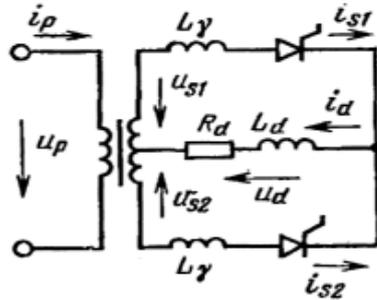

Рисунок 5 – Управляемый преобразователь со схемой 1Ф1Н2П
9. Постройте кривые токов i_d, i_{s1}, i_{s2}, i_p для схемы преобразователя, представленной на рис. 5, и сопоставьте их с кривой напряжения U_p , сохраняя правильными фазы; вычислите среднее значение тока i_d . Дано: $U_p=100$ В, $f = 50$ Гц, коэффициент трансформации $k_{mp} = 1$, $R_d=10$ Ом, $\alpha=45^\circ$, $L_d=0$, $L_\gamma=0$. Трансформатор и полупроводниковые вентили идеальные.
10. Постройте кривые токов i_d, i_{s1}, i_{s2}, i_p в схеме преобразователя, показанной на рис. 5, и сопоставьте их с кривой напряжения U_p , сохраняя правильными фазы; вычислите среднее значение тока i_d . Дано: $U_p=100$ В, $f = 50$ Гц, коэффициент трансформации 1:1, $R_d=10$ Ом, $\alpha=45^\circ$, $L_d=\infty$, $L_\gamma=0$. Трансформатор и полупроводниковые вентили идеальные.
11. Постройте кривые токов i_d, i_{s1}, i_{s2}, i_p и напряжения U_d в схеме преобразователя со схемой 1Ф1Н2П, показанной на рис. 5, и сопоставьте их с кривой напряжения U_p . Определите среднее значение тока нагрузки. Дано: $U_p=100$ В, $f = 50$ Гц, коэффициент трансформации $k_{mp} = 1$, $R_d = 10$ Ом, $L_d \approx \infty$, $L_\gamma = 10$ мГн. Полупроводниковые вентили идеальные, $\alpha = 0$.
12. Постройте кривые токов i_d, i_{s1}, i_{s2}, i_p и напряжения U_d в схеме преобразователя со схемой 1Ф1Н2П, показанной на рис. 5, и сопоставьте их с кривой напряжения U_p . Определите среднее значение тока нагрузки. Дано: $U_p=100$ В, $f = 50$ Гц, коэффициент трансформации $k_{mp} = 1$, $R_d = 10$ Ом, $L_d \approx \infty$, $L_\gamma = 10$ мГн. Полупроводниковые вентили идеальные, $\alpha = 45^\circ$.